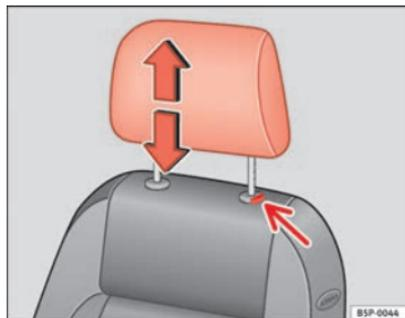

Fig. 92 Regulação ou desmontagem do encosto de cabeça
- Premir o botão ⇒ fig. 92 (seta).